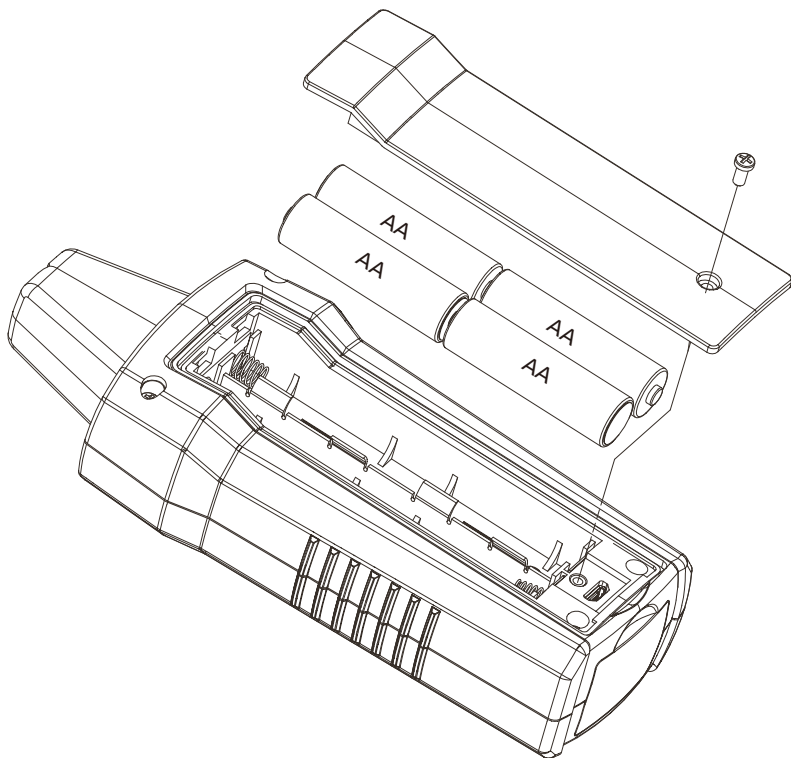

Figura 5.1: Trocar as pilhas do Recetor
4. Substitua as pilhas, conforme ilustrado na Figura 5.1. Verifique a polaridade das pilhas ilustrada no compartimento das pilhas.